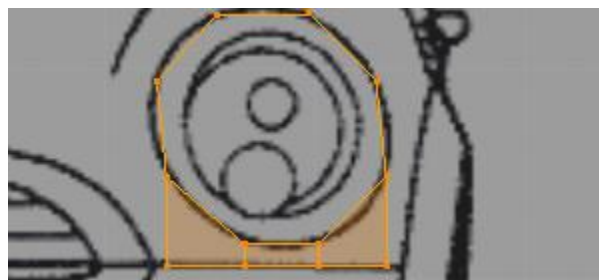

Figura 4.22
29. Nivela a sua posição em zz, [S]>[Z]>0, e arraste-os até à linha do pára-choques, [G]>[Z], figura 4.22.